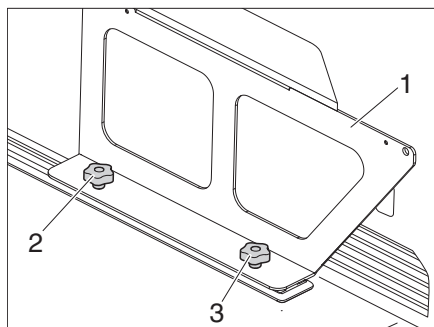

Fig. 26 Appoggio della prolunga del letto
- Svitare le due viti a croce (Fig. 26,2) e togliere l'appoggio (Fig. 26,1) della prolunga del letto.
- Applicare l'appoggio (Fig. 26,1) della prolunga del letto.
- Prima avvitare la vite a croce (Fig. 26,3) posteriore.
- Avvitare la vite a croce (Fig. 26,2) anteriore.